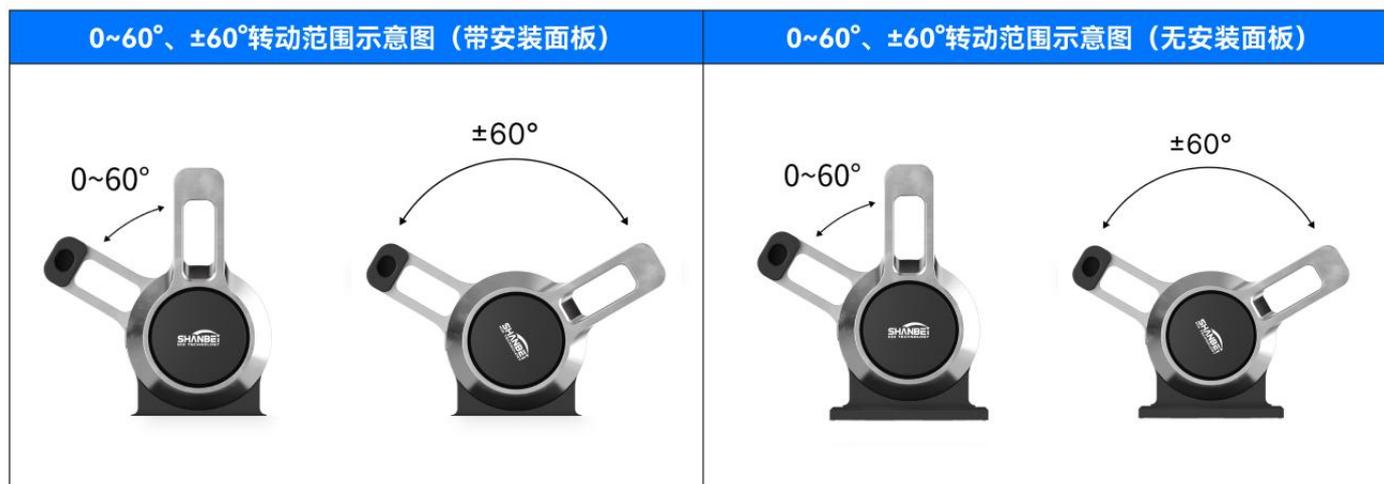

图2.4
3. 手柄的转动范围可以选择 $\pm 60^\circ$ 、 $0\sim 60^\circ$ ，默认 $\pm 60^\circ$ ，如图2.4。